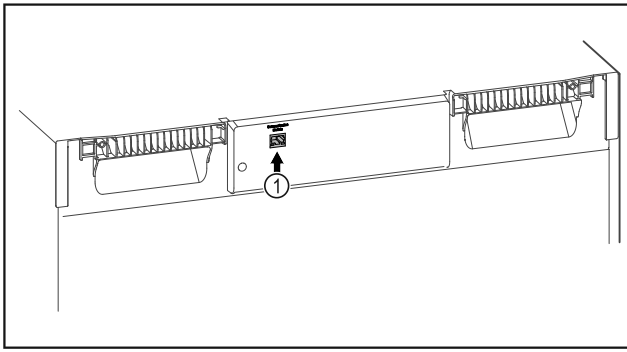

Fig. 111
- SmartModule Fig. 111 (1) este instalat.